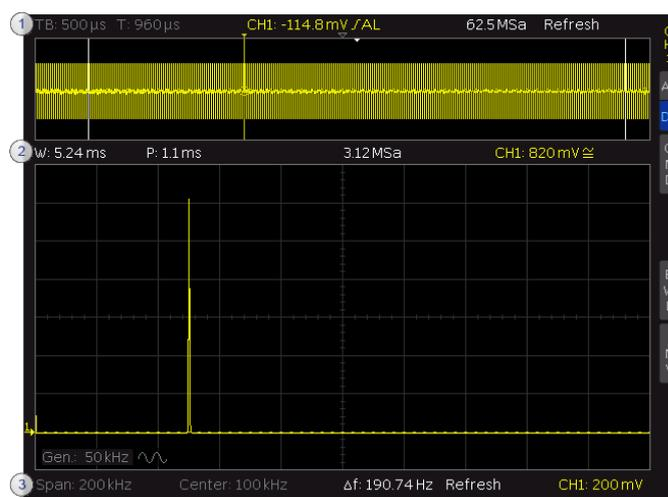

Abbildung 37: Aufbau des FFT-Modus
Der Bildschirm ist nun in zwei Abschnitte geteilt, siehe Abbildung 37. Im oberen Bereich (①) sind die bereits bekannte Spannungs-Zeitkurve des gemessenen Signals und die Einstellungen des horizontalen Systems zu sehen.